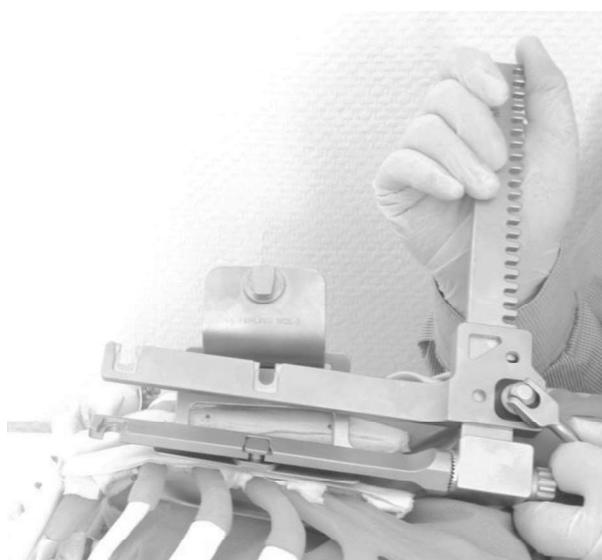

Abb. 12
3. Sternumspreizer mit dem montierten Sternumblatt in den Sägespalt einführen und an der gewünschten Retraktionsstelle positionieren (Abb. 12).